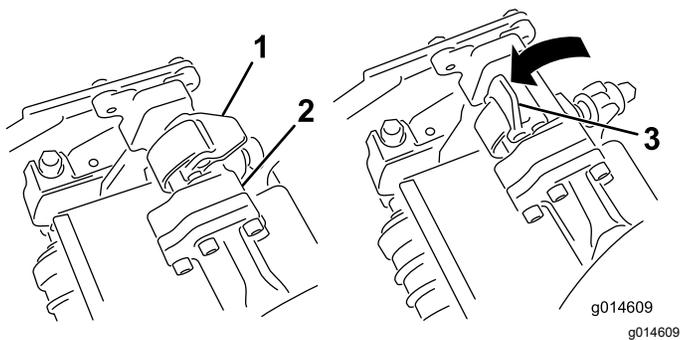
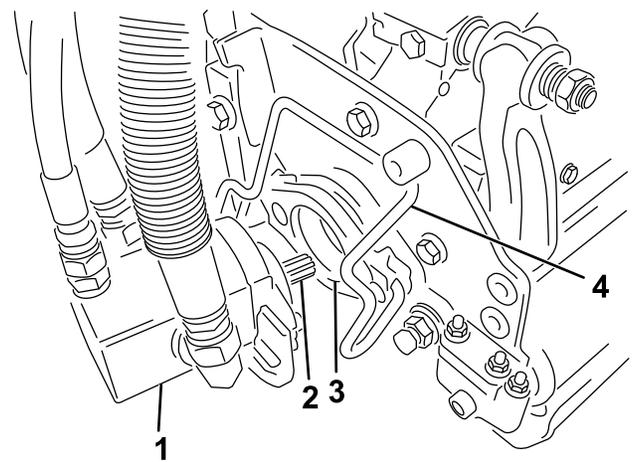

Figure 47
Figure 48
3. Les verrous de la barre du bras de suspension étant orientés en haut (c.-à-d. ouverts) (Figure 47), poussez le bras de suspension vers le bas pour engager la barre sur la barre transversale au sommet de l'unité de coupe (Figure 48).
4. Fermez les verrous autour de la barre de l'unité de coupe et bloquez-les en place (Figure 47).
4. Ouvrez les verrous sur la barre du bras de suspension de l'unité de coupe que vous voulez déposer (Figure 47).